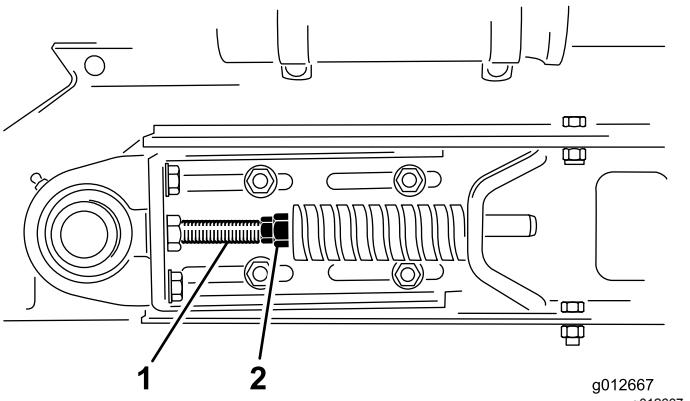

**Figure 23**
2. Retirez le maillon de fermeture de la chaîne et retirez la chaîne du petit pignon (Figure 23).